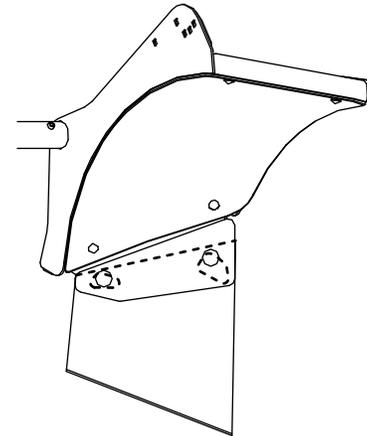

Bild 13
19. Richten Sie die Schürfleiste anhand der Bild 13 so aus, dass sie mit der Schürfleiste des Pfluges fluchtet und bündig mit dem Boden abschließt.